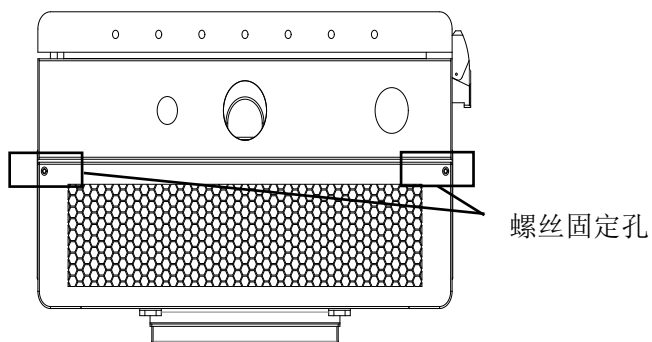

图 3-14 模块门板固定孔位置图
1、拆除模块门板固定螺丝打开门板，固定孔位置如图 3-14 所示。